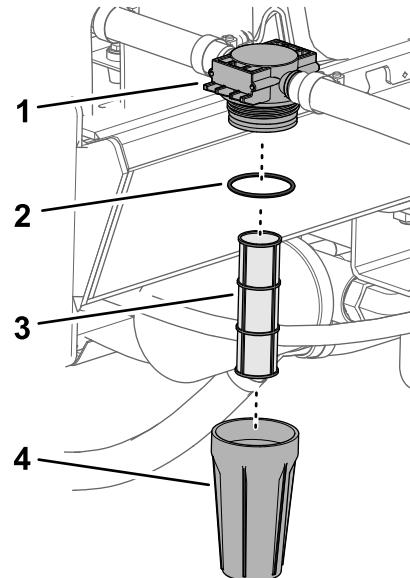

Figura 41
1. Gire el filtro en sentido antihorario para retirar la cubeta de la cabeza del filtro (Figura 41).
2. Inspeccione el elemento filtrante en busca de daños o una acumulación de residuos o sedimentos (Figura 41).
- A. Retire el elemento filtrante de la cabeza del filtro (Figura 41).
- C. Inserte el elemento filtrante en la cabeza del filtro (Figura 41).
3. Inspeccione la junta tórica en busca de daños (Figura 41).
4. Enrosque la cubeta en sentido horario en la cabeza del filtro, y apriétela a mano (Figura 41).